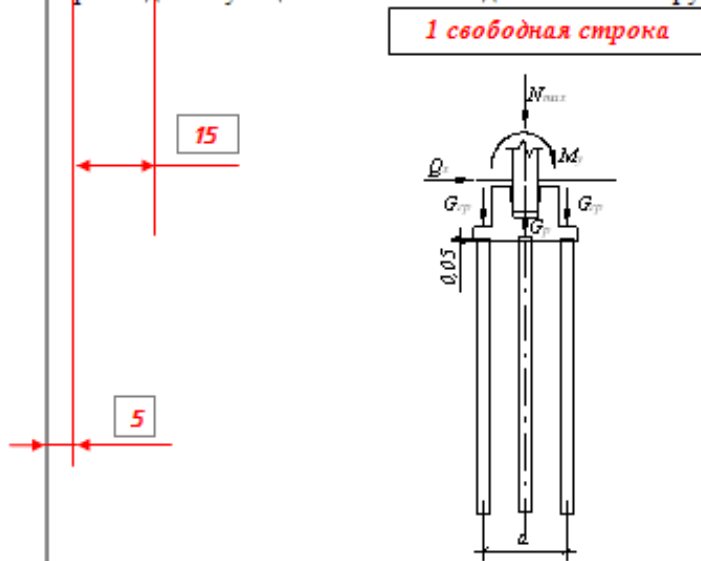

Рисунок 6.4 - Схема общего действия нагрузок
6.2 Уточнение количества свай в фундаменте и схемы их размещения в общем случае действия нагрузок (рисунок 6.4).